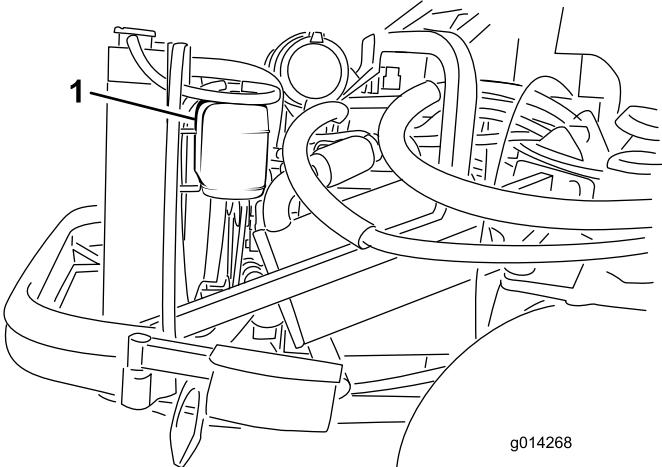

Figura 42
1. Compruebe el nivel de refrigerante en el depósito de expansión (Figura 42). El nivel del refrigerante debe estar entre las marcas en el lateral del depósito.